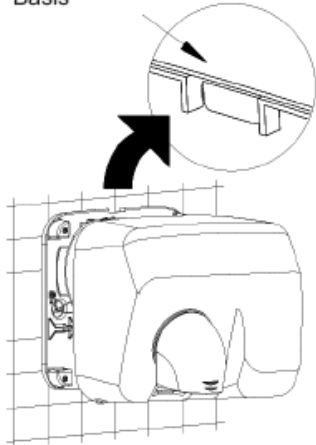

Abb. 9
- Führen Sie die obere Zunge an den dafür an der Basis vorgesehenen Ort ein (siehe Abb. 9), indem Sie das Gehäuse leicht neigen.